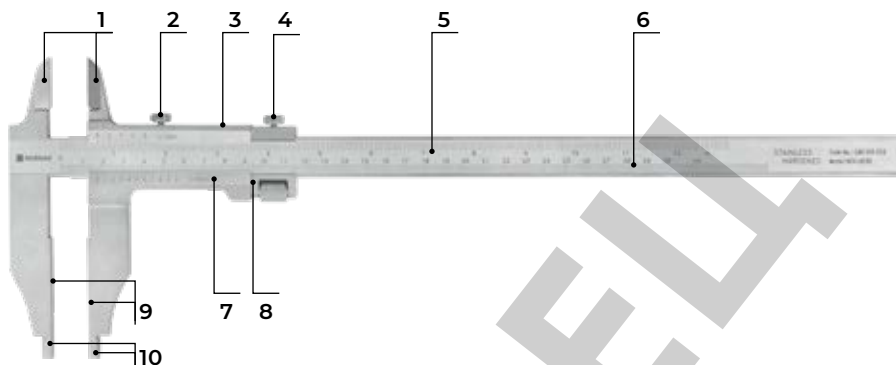

Рисунок 5. Основные части штангенциркулей модификации двусторонние без глубиномера
8.2.4. Штангенциркули модификации двусторонние без глубиномера состоят из следующих частей (рисунок 5):